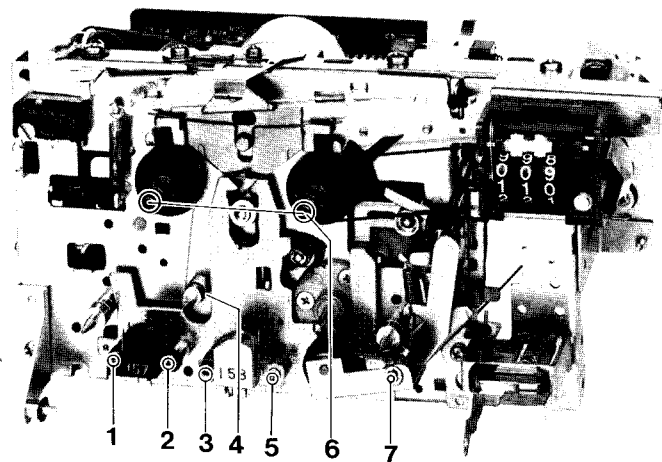

Fig. 13
- b) Sicherungsscheibe 7 Fig. 13 entfernen und die Andruckrolle mit Feder abziehen.
- c) Die Wickelteller 6, Fig. 13 nach vorne abziehen.
- b) Remove screws 1, 2 and 3, 5 Fig. 13 and take away the erase and the R/P head.
- b) Remove locking washer 7, Fig. 13 and withdraw the rubber pinch roller with spring.
- c) Pull spindle 6, Fig. 13 in forward direction.